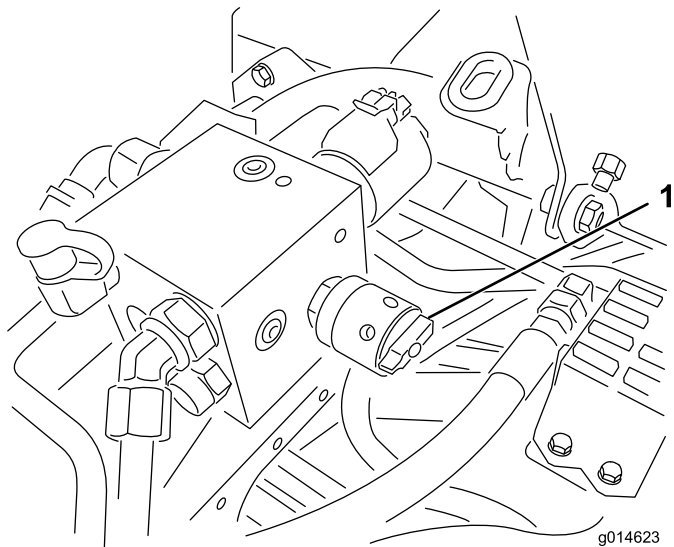

図 52
4. リールの速度を設定するには、リール速度コントロールのノブ 図 52を回して、ノブの矢印を、ステップ3で決めた数値に合わせる。